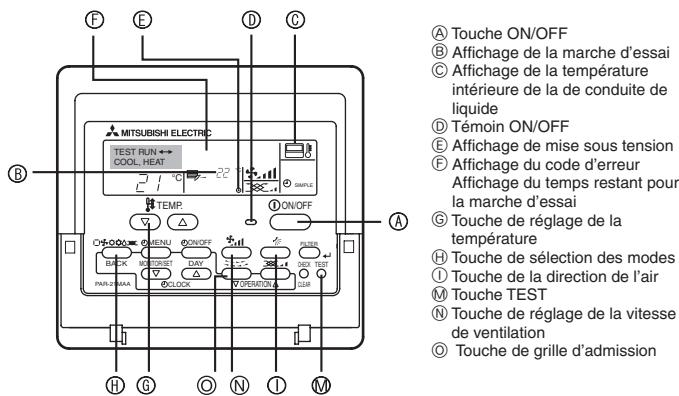

Fig. 7-1
7.2.1. Utilisation de la télécommande filaire (Fig. 7-1)
- ① Mettre l'appareil sous tension au moins douze heures avant l'essai de fonctionnement.
- ② Appuyer deux fois sur la touche [TEST] (ESSAI). ➔ Affichage à cristaux liquides "TEST RUN" (ESSAI DE FONCTIONNEMENT)
- ③ Appuyer sur la touche [Mode selection] (Sélection Mode) et passer en mode refroidissement (ou chauffage). ➔ Vérifier si la soufflerie souffle de l'air froid (ou chaud).
- ④ Appuyer sur la touche [Fan speed] (Vitesse soufflerie). ➔ Vérifier si la vitesse de la soufflerie change.
- ⑤ Appuyer sur [la touche de direction de l'air] ou sur [la grille d'admission]. ➔ Vérifier le fonctionnement des ailettes ou de la grille.
- ⑥ Vérifier le bon fonctionnement du ventilateur de l'appareil extérieur.
- ⑦ Arrêter l'essai de fonctionnement en appuyant sur la touche [ON/OFF] (Marche/Arrêt). ➔ Arrêt
- ⑧ Enregistrez un numéro de téléphone.